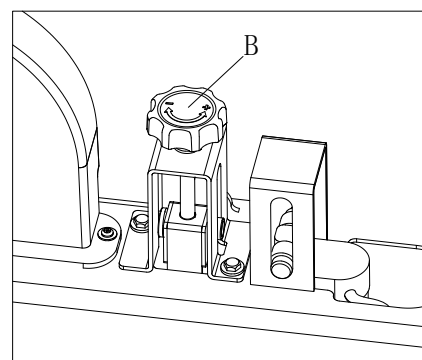

Figura 21
5. Gire el ajustador del cepillo principal (B, Figura 21) en el lado derecho de la máquina según el procedimiento siguiente: